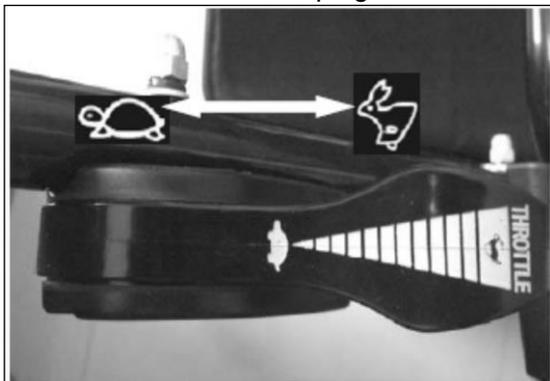

Fig. 9A Fig. 9B
2. le démarrage d'un moteur froid, tourner la manette des gaz à la position **NI**. (Fig. 9A)
Un chauffage lorsque le moteur tourne, tourner le levier d'accélérateur à la position **III**. (Fig. 9A)